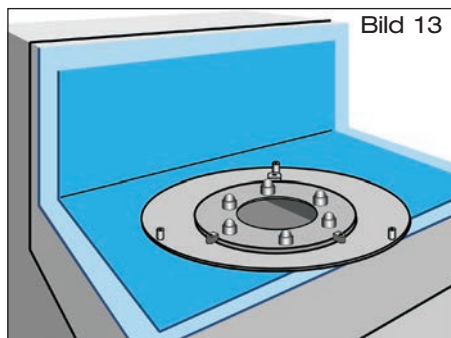

Bild 13
3.5 Beiliegende Sechskantkappen M 12/SW 19 aus Kunststoff auf die Gewindebolzen aufsetzen (Bild 13 bzw. 13A).